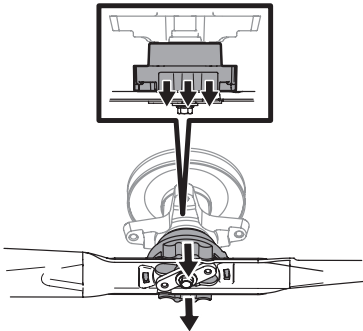

Figura 50
- Cuando la cuchilla esté correctamente trabajada en su lugar, se escuchará un clic. Consulte la Figura 50.